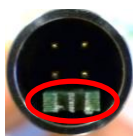

Abb. 3
**Achtung:** Der Anschlussstecker des Programmieradapters (Abb. 3) ist richtig herum aufzustecken → der grüne Abstandshalter ist in Richtung Kabelausführung (M12-Stecker oder PG) auszurichten.